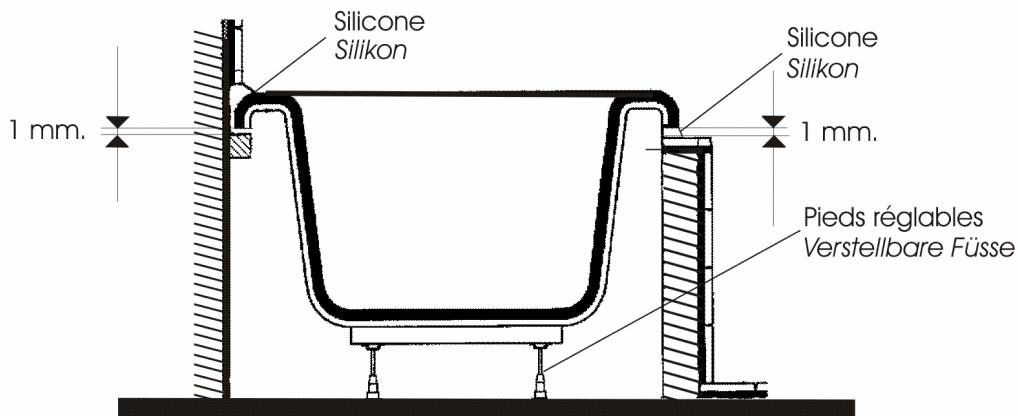

Fig. 1
- Installer des lattes ou supports contre les murs au niveau : -1 mm. au dessous de la baignoire de façon à lui laisser du jeu (fig.1). En aucun cas, la baignoire ne doit prendre appui sur ses lattes, elle doit reposer sur ses pieds. Ceci est également valable pour le reste de l'entourage éventuellement réalisé en maçonnerie.
- Die Stützen unter der Badewanne an der Wand so fixieren, dass ein wenig Spiel bleibt , 1mm, (Fig.1). Wanne auf keinen Fall auf die Stützen stellen, sie muss auf ihren Füssen stehen. Dies gilt auch für alle anderen Maurerarbeiten.